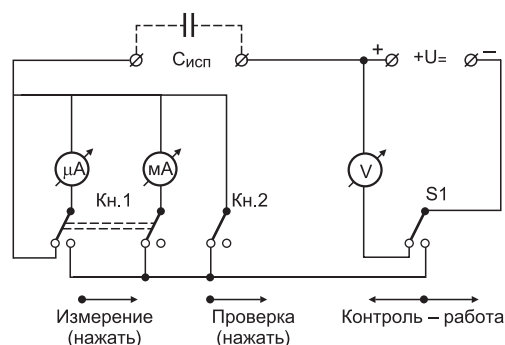

Рис. 4. Схема проверки разделительных конденсаторов
Поэтому все без исключения конденсаторы для переходных цепей должны быть предварительно проверены и отобраны по этому параметру. Для этого придется собрать специальную схему, приведенную на рис. 4, и с ее помощью осуществить индивидуальный отбор, подвергнув разбраковке, возможно, не один десяток конденсаторов.
1. Устанавливаете переключатель S-1 (см. рис. 4) в положение «контроль».